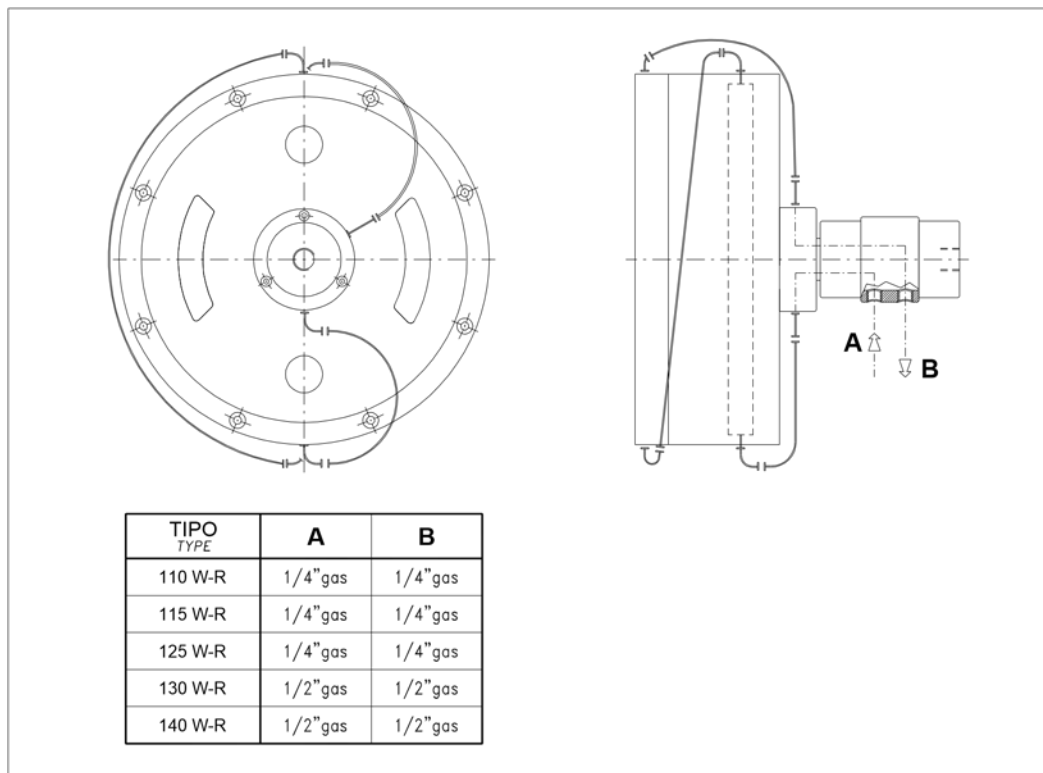

Рис. 3 – Контур охлаждения сцепления
- ТРЕНИЕ: Жидкость подается через подшипник вращения[15], рис. 3.